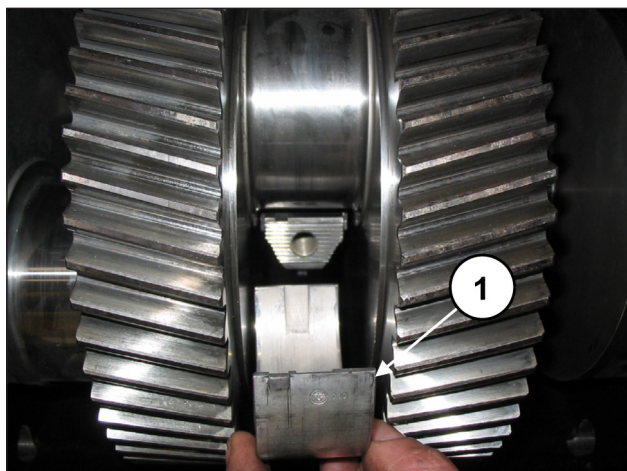

Fig. 81
Inserire i semicuscinetti superiori tra le bielle e l'albero a gomiti (pos. ①, Fig. 81).